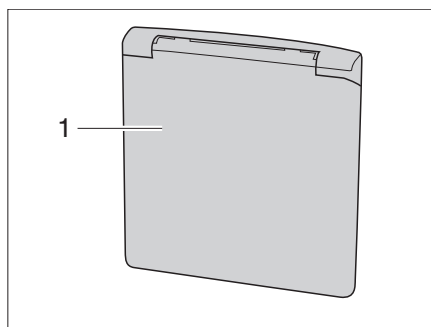

Figure 2 Clapet pour prise 230 V
- Saisir le portillon extérieur (Figure 2,1) dans le bas et le faire pivoter vers le haut.